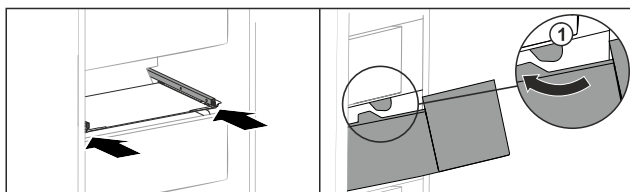

Fig. 168
- Umetnite ladicu oko zaustavljača Fig. 168 (1).